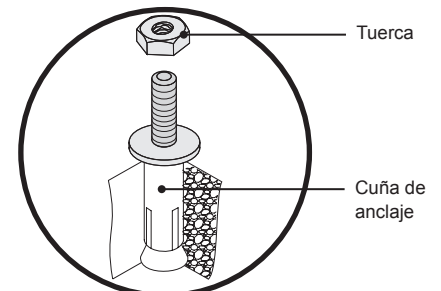

Figura 30. Ancla de la cuña de instalación
- 1 Inserte el ancla de la cuña en el orificio perforado. Si es necesario, utilice un martillo y golpear suavemente el ancla de la cuña en su lugar (Figura 30).